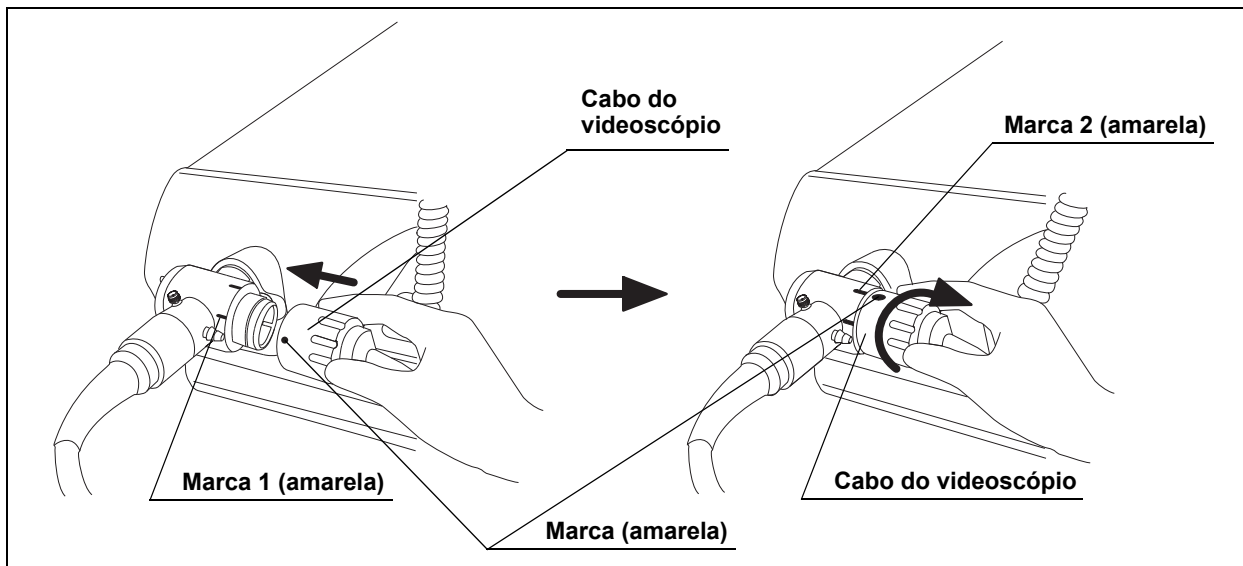

Figura 3.15
7. Alinhe a marca no cabo do videoscópio EXERA, EXERA II ou 100 com a marca 1 no conector do endoscópio e puxe-o até parar (consulte Figura 3.15).
8. Rode o conector do cabo do videoscópio na direção da marca 2 até parar (consulte Figura 3.15).